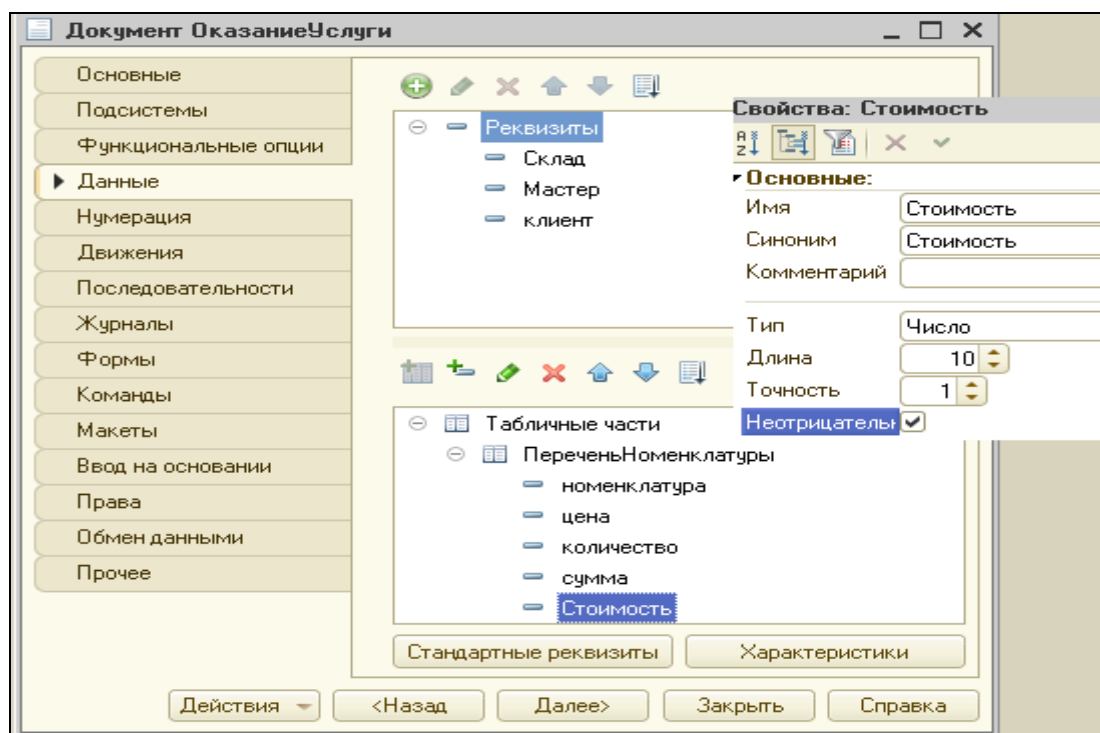

Рисунок 3.28 Свойства нового реквизита табличной части
2. Добавить к табличной части **ПереченьНоменклатуры** новый реквизит **Стоимость**, тип – число, длина -10, точность -2, неотрицательное. (рис. 3.28).